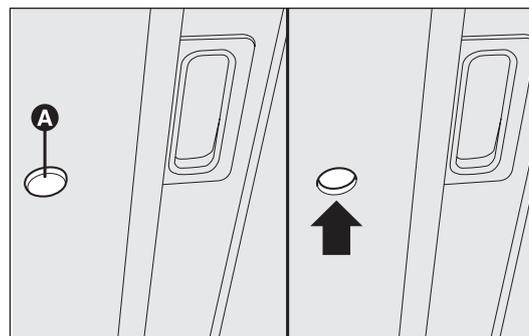

fig. 66
- introdurre nella sede A-fig. 66 la chiave in dotazione e ruotare: